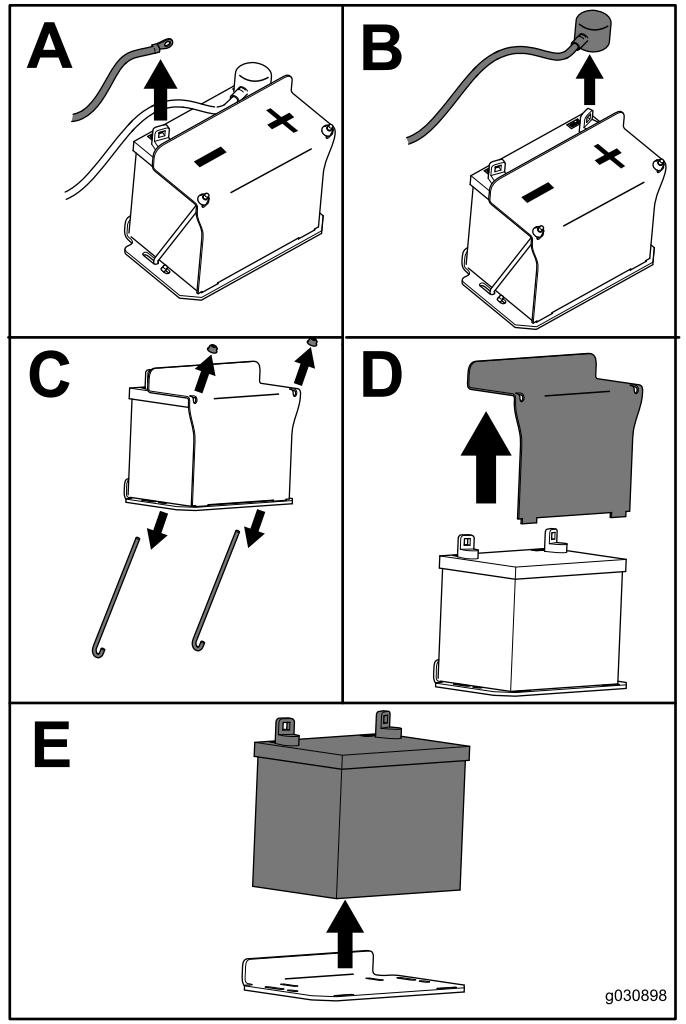

Figura 53
- Retire la batería según se muestra en la Figura 53.